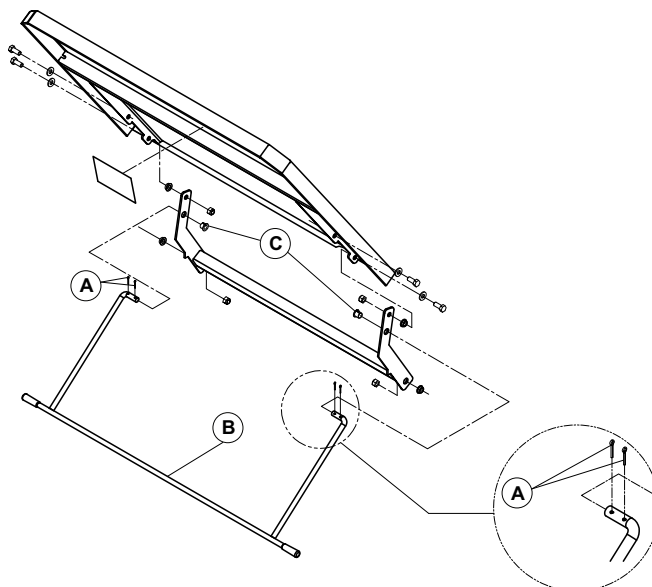

Figure 22 – Bras de support de la section tête
5. À l'aide d'une pince à becs fins, retirer les deux broches fendues internes (A) qui fixent le bras de support (B) en place (Figure 22). Conserver les goupilles fendues.
6. Retirer le bras de support et les douilles à épaulement en nylon (C) (Figure 22). Inspecter les douilles à épaulement en nylon et les remplacer si nécessaire. Jeter le bras de support.